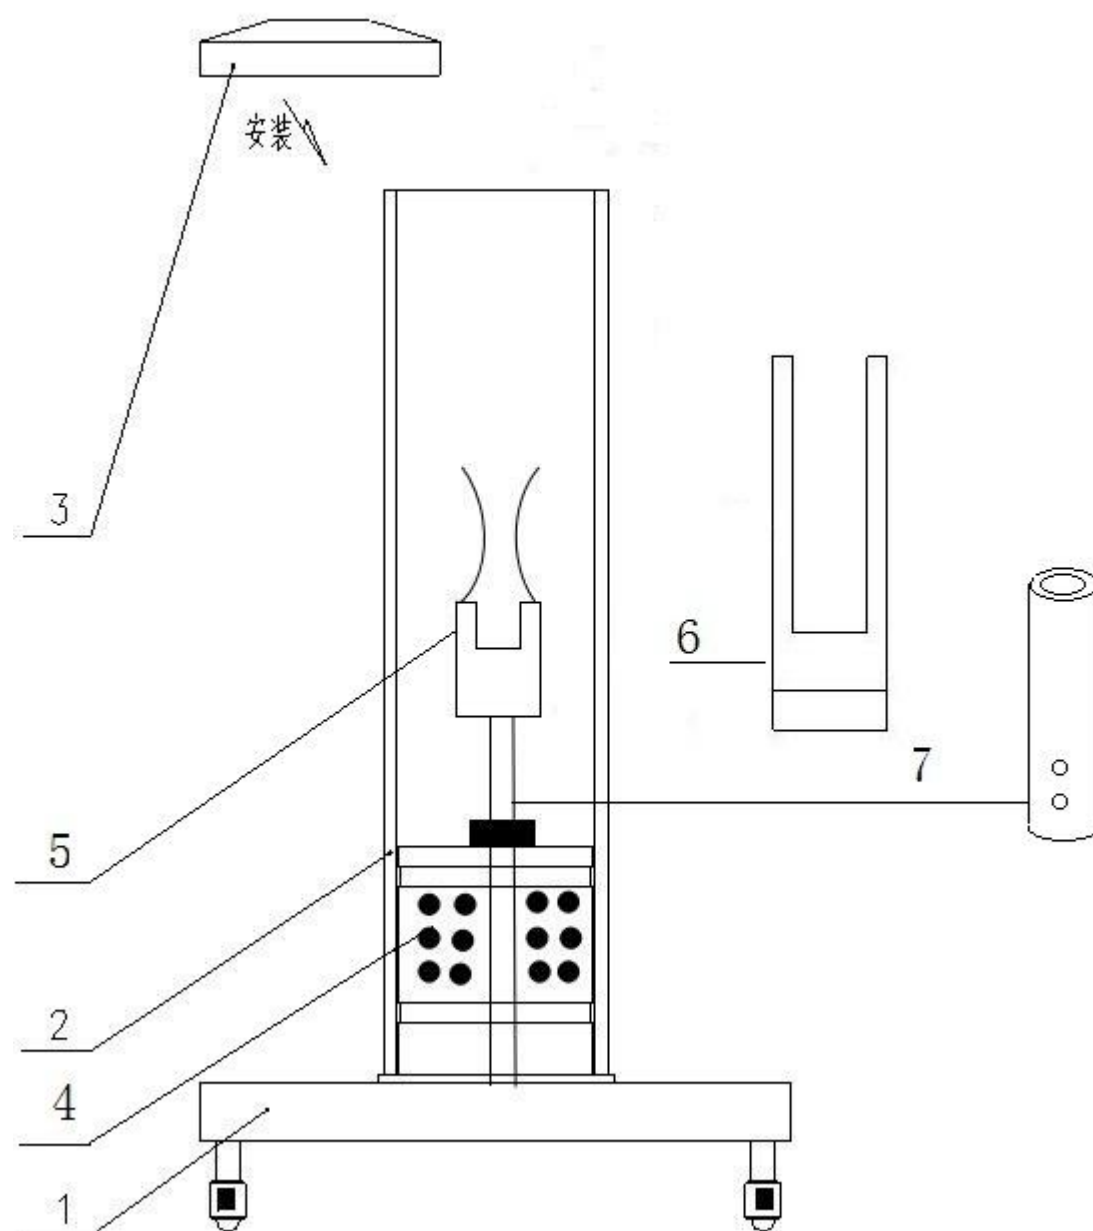

图 2、主机
- 4、先将大孔扩散器环柱子朝上放入，小孔扩散器环柱子朝下放入，再将燃烧桶安装在底座上（参见附图 2），
- 5、填充玻璃珠及更换夹具方法详见附图 2
- 2、按照所需要试验的试样标准规定选取制作试样，分别选用自撑材料或非自撑材料的试样夹，装于高度可调的滑套顶端，如果高度超过标准要求，可以卸下调高滑套将试样夹直接安装在滑套上（参见附图 2）。